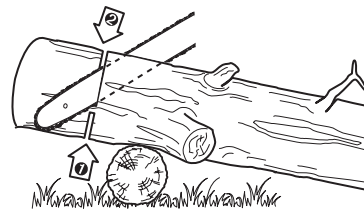

Fig. 33
2. Cuando el tronco está apoyado en un extremo (Fig. 33), corte $1/3$ del diámetro de la parte inferior (trozado ascendente). A continuación, realice el corte final haciendo un seccionamiento superior que se encuentre con el primer corte.